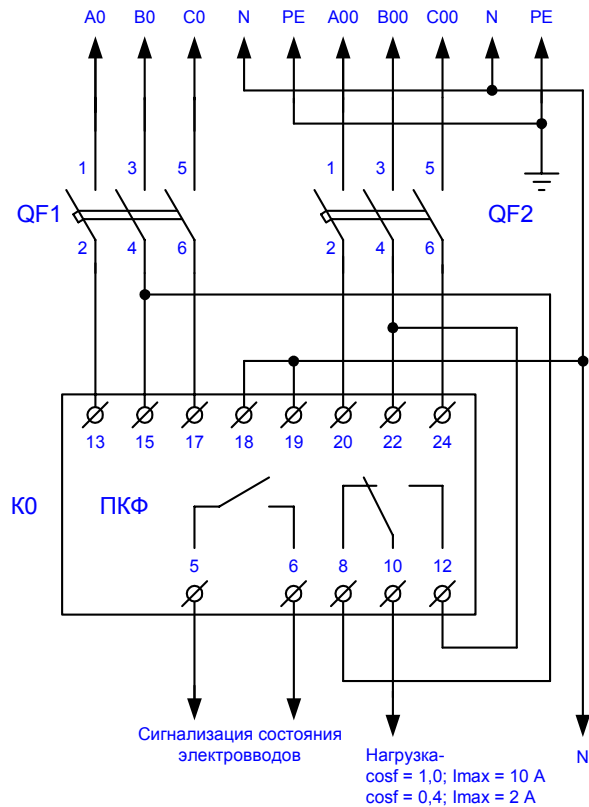

Рис. 4. Рекомендуемая схема электропитания 1 фазной нагрузки от ПКФ.
5.4. Для применения ПКФ в качестве резервированного источника питания для однофазной нагрузки, рекомендуется подключение приведенное на рис. 4.